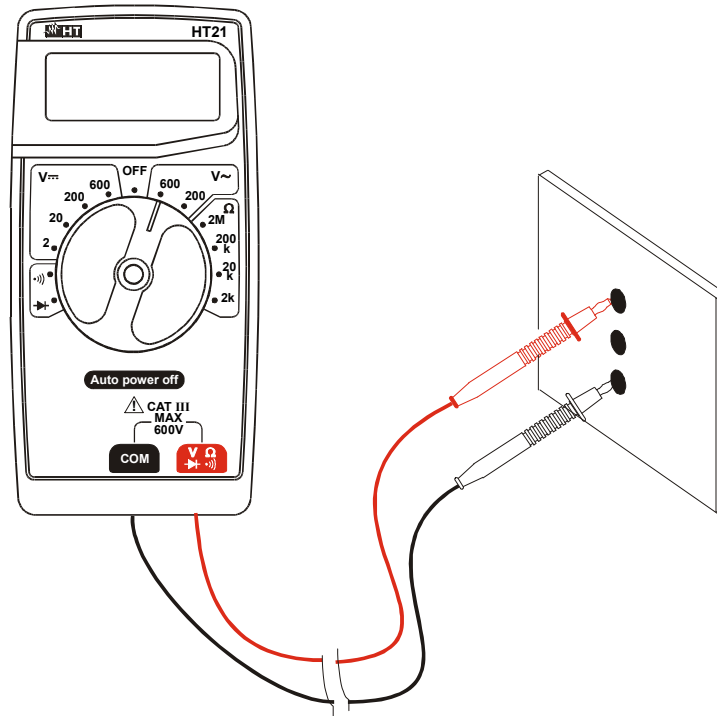

Abb. 3: AC-Spannungsmessung
2. Verbinden Sie die Messleitungen wie folgt: die rote Messleitung in **VΩ** und die schwarze Messleitung mit dem COM Eingang (s. Abb. 3).